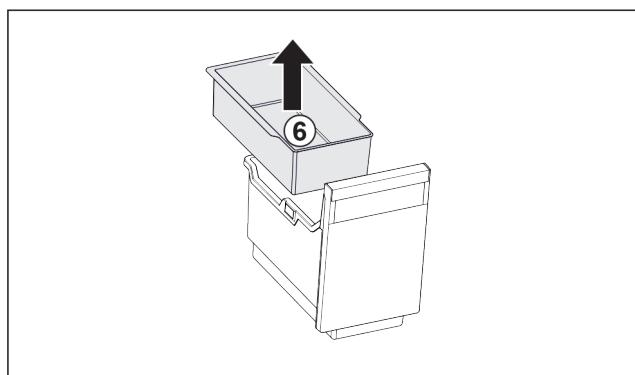

Fig. 34
- ▶ Извадете окачваща се поставка Fig. 34 (6).